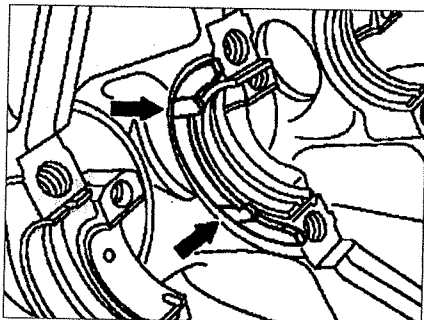

Рис. 2.63. Расположение верхних регуляторов осевого зазора в блоке цилиндров.
2. Смажьте верхние регуляторы зазора маслом и установите их в блок цилиндров. Два смазочных канала (стрелки) на регуляторах должны быть направлены в сторону щеки коленчатого вала (см.рис.2.63).